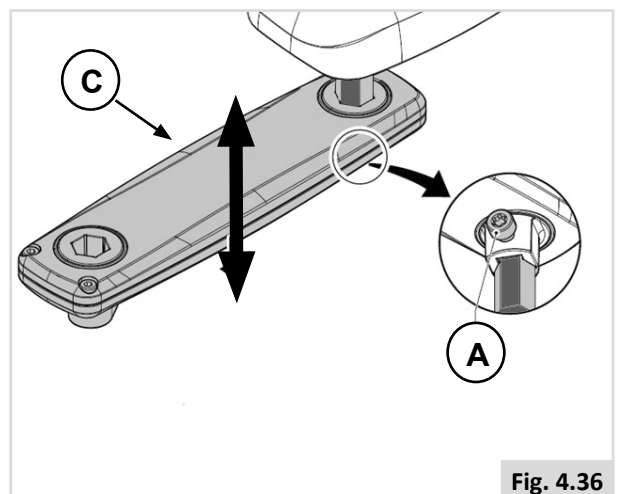

Fig. 4.36
Réglage de la hauteur du boîtier de commande (1), (Fig. 4.36).
1. Desserrez (A).
2. Glissez (C) à la position désirée.
3. Resserrez (A).